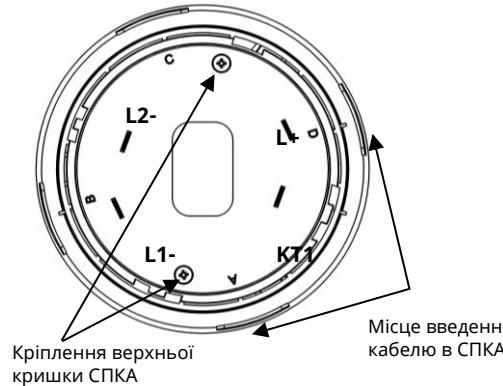
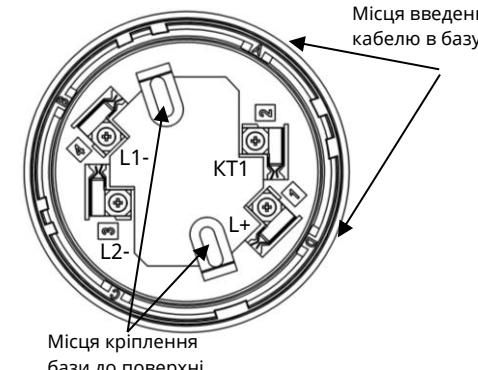

Рисунок 1 – Вигляд СПКА зі сторони контактів
Рисунок 2 – Розташування клем на базі СПКА
- 2) викрутити 2 шурупи з боку контактів на корпусі сповіщувача (рис. 1) і, утримуючи викруткою фіксатор термістора, зняти верхню кришку, зняти фіксатор термістора;
4.3 Для випадків, коли кабель всередину бази заводять збоку, в самій базі та в кришці СПКА передбачені вікна, за потреби в яких вирізають отвори. Ці вікна промарковані літерами «A», «B», «C», «D» (рис.1, рис.2).